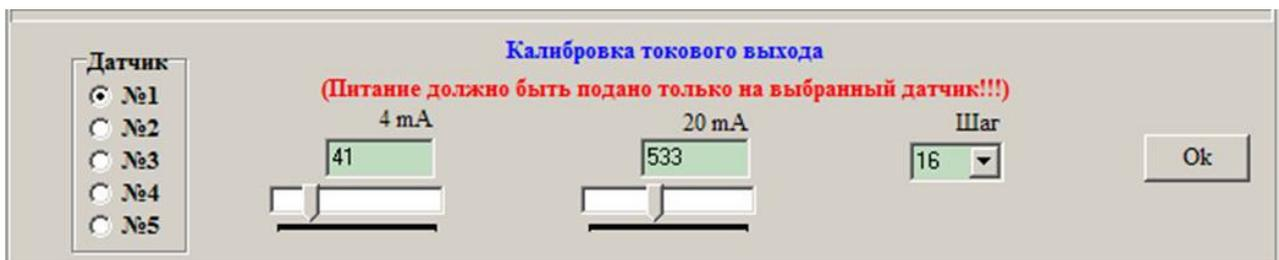

Рис.15. Калибровка токовых выходов датчиков.
8.1. Отключите напряжение питания от всех датчиков. Калибровка токовых выходов производится только один раз при нормальной температуре. Калибровка токовых выходов датчиков производится отдельно для каждого датчика и заключается в выставлении с помощью ползунковых регуляторов в нижней области главного окна требуемого выходного тока (4 и 20 мА), который контролируется миллиамперметром. Значение 12-разрядного кода внутреннего цифро-аналогового преобразователя (ЦАП) датчика индицируется в окнах над регуляторами. Перемещать движки регуляторов можно с помощью мышки или клавиш PgUp, PgDn. Дискретность изменения кода (выходного тока) можно изменить с помощью окна выбора «Шаг». Шаг равен 1 при использовании клавиш «↓» и «↑». Слева от ползунковых регуляторов расположен переключатель выбора датчика (см. рис.15).